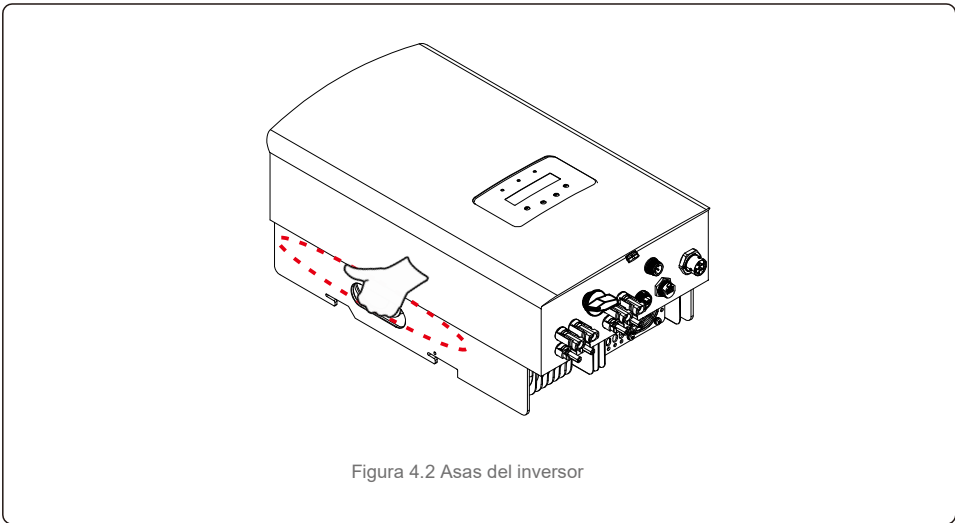

Figura 4.2 Asas del inversor
2. Abrir la caja. Posteriormente, dos personas agarran ambos lados del inversor a través del área indicada con la línea de puntos. (ver figura 4.2).